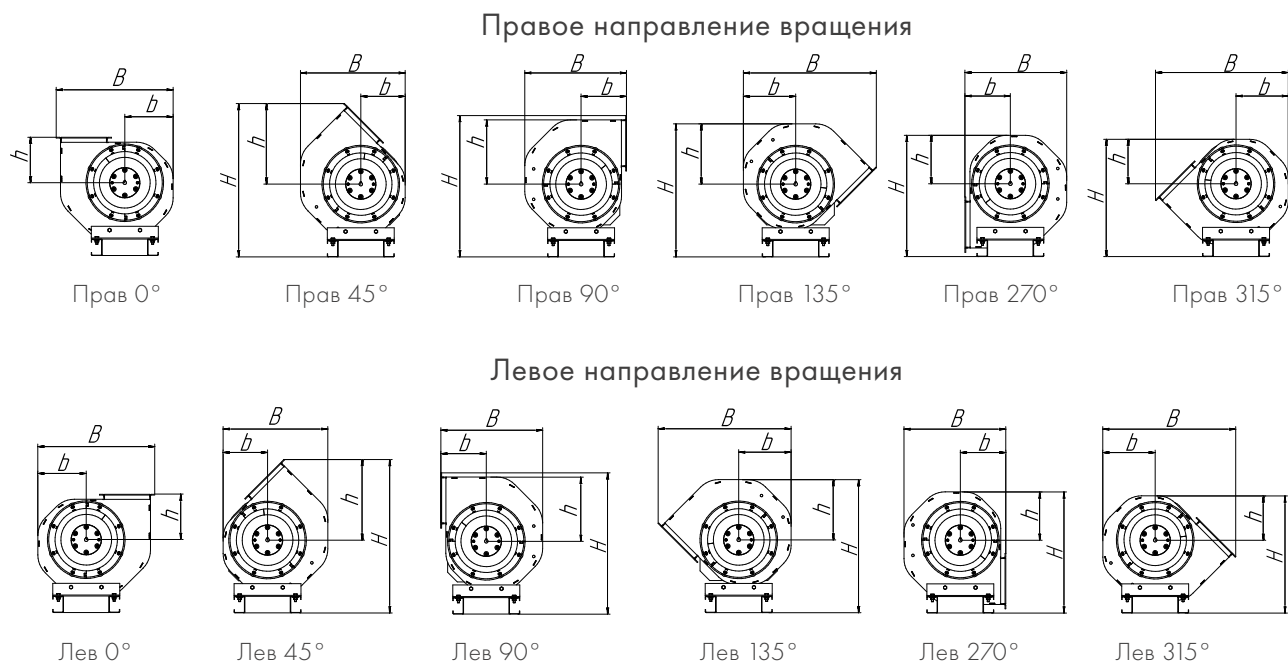

Рисунок 12 – Направление вращения и углы разворота спирального корпуса радиальных вентиляторов в сейсмостойком исполнении
- Углы поворота отсчитывают по направлению вращения рабочего колеса (Рисунок 12): Прав – правого; Лев – левого вращения